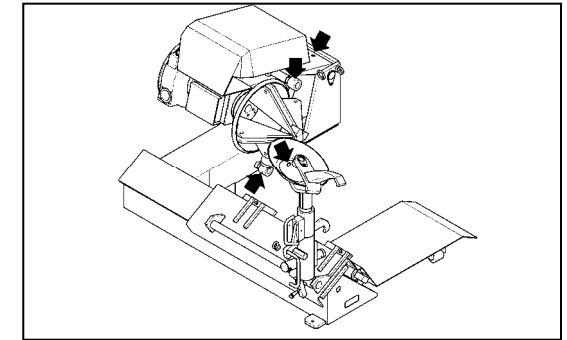

Fig.41
1. Lubricate all points provided with a greasing nipple once a month (Fig.41).
1. *Graisser tous les points dotés de graisseur une fois par mois (Fig.41).*
1. Alle Stellen mit einem Schmiernippel einmal im Monat schmieren (Abb.41).